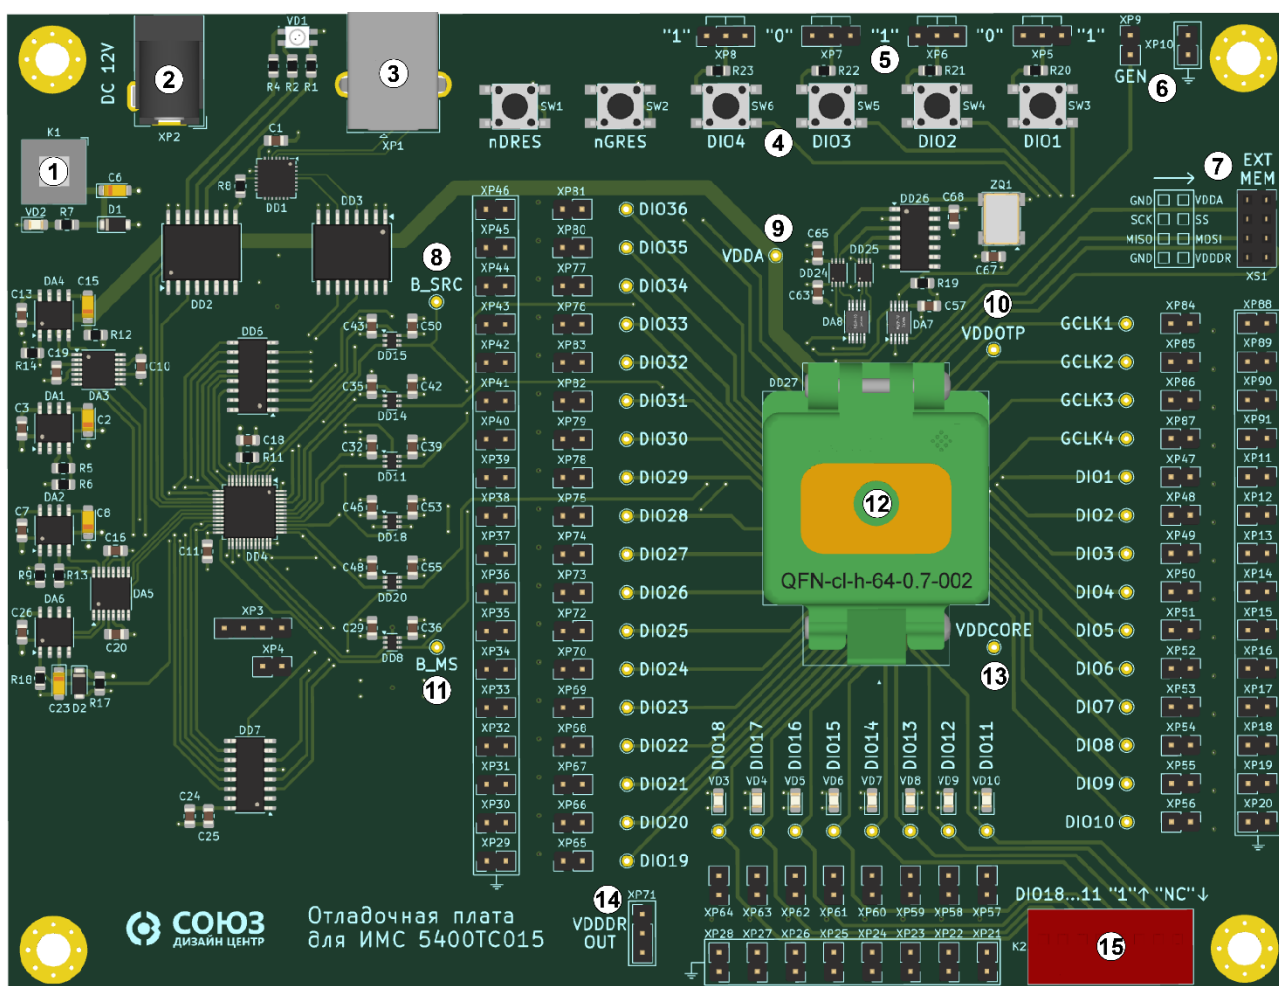

Рисунок 1. Отладочная плата КФЦС.441461.195
- Отладочная плата КФЦС.441461.195 (Рисунок 1);